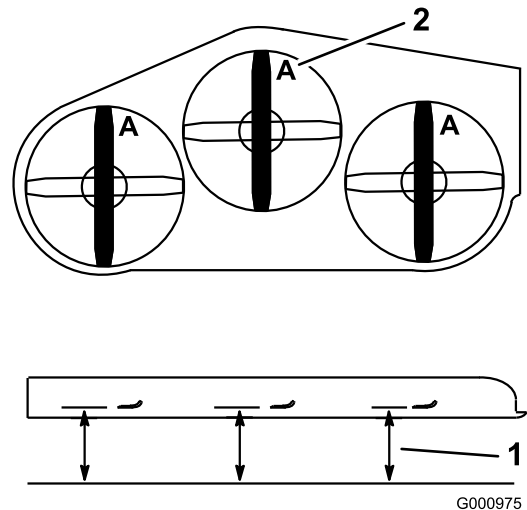

Figura 68
2. Mida desde una superficie nivelada hasta el filo de corte, posición **A**, de las cuchillas (Figura 68).